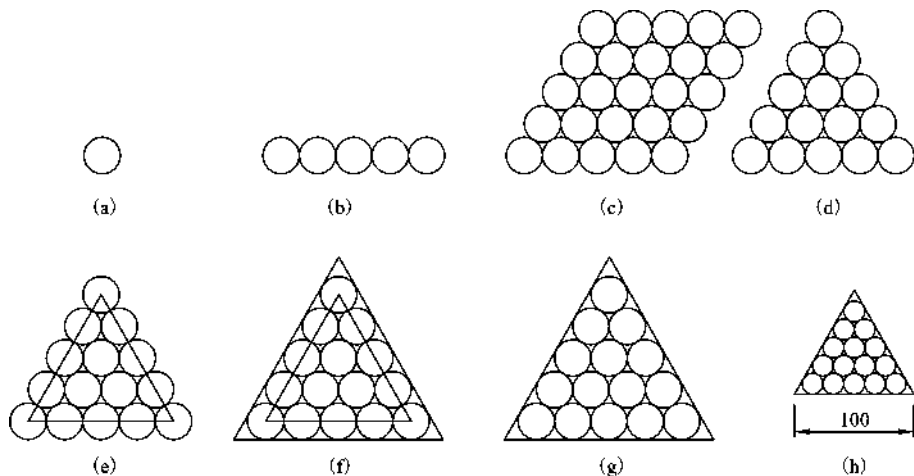

图 1-60 装饰图案分步操作
- ①绘制一个任意大小的圆，如图 1-60(a) 所示。
- ②将圆阵列成 1 行 5 列，其中列偏移为圆的直径，得到 5 个水平相切圆，如图 1-60(b) 所示。
- ③将 5 个水平相切圆阵列成平行四边形状的 25 个相切圆，其中列偏移取圆的直径，阵列角度为 -30° ，如图 1-60(c) 所示。
- ④将右上侧多余的 10 个圆删除，如图 1-60(d) 所示。
- ⑤用多段线连接上、左下、右下三个圆的圆心，如图 1-60(e) 所示。
- ⑥将多段线向外偏移，偏移距离为圆的半径大小，如图 1-60(f) 所示。
- ⑦删除里面的多段线，如图 1-60(g) 所示。
- ⑧用参照方式将图形缩放成边长为 100 mm 的图形，如图 1-60(h) 所示。